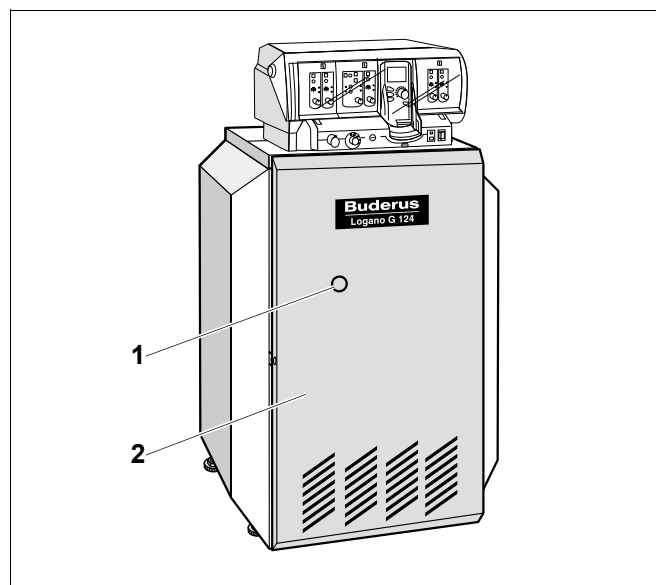

Рис. 52 Устранение неисправностей горелки
При возникновении неисправности горелки загорается сигнальная лампочка на кнопке подавления помех (рис. 52, **поз. 1**), расположенной на отопительном котле.
Вы можете нажать кнопку подавления помех на горелке через отверстие (рис. 52, **поз. 1**) на передней стенке котла (рис. 52, **поз. 2**). Для этого не нужно демонтировать переднюю стенку.
- Нажать кнопку подавления помех горелки (рис. 52, **поз. 1**).